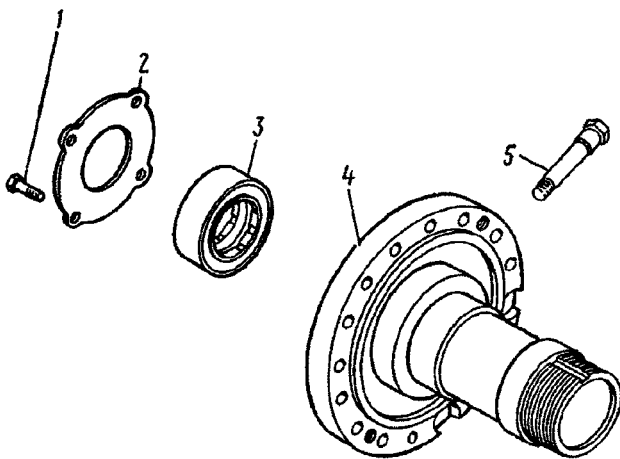

Рис. 229. Цапфа:
14. Выверните болты 1 (рис. 229) крепления упорного кольца 2, снимите упорное кольцо	Ключ 13 мм, молоток
74. Вверните в цапфу 4 (см. рис. 229) шуцер 5 подвода воздуха и установите головку 3 подвода воздуха в цапфу	Ключ 19 мм